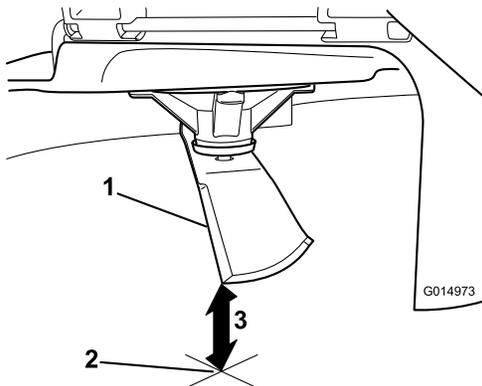

Рисунок 57
3. Измерьте расстояние от конца ножа до плоской поверхности (Рисунок 57).